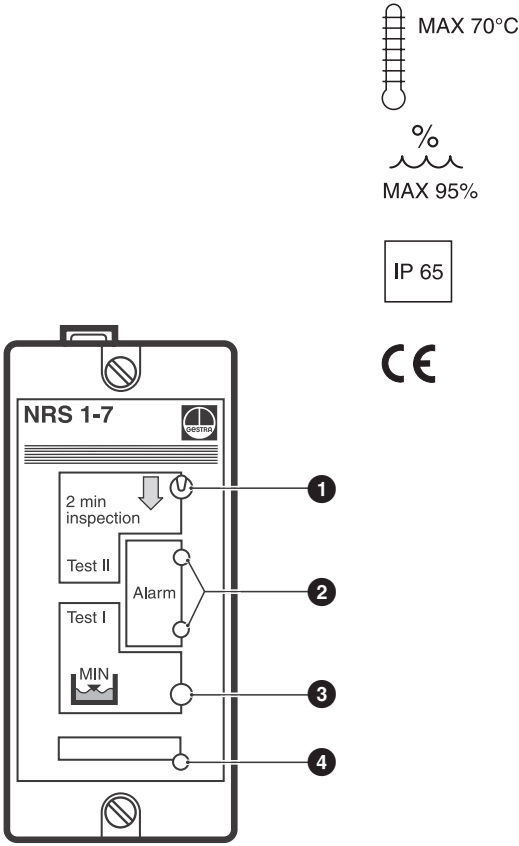

Fig. 7
2. Nach Anlegen der Netzspannung muss die grüne LED **4** ständig leuchten. **Fig. 7**